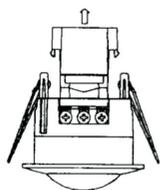

fig.1
- Sacar la tapa protectora de plástico de la parte de conexionado (fig. 1).